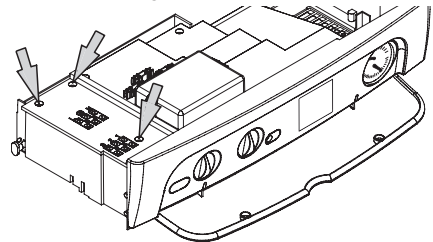

Fig. 5.17
- Svitare le viti e rimuovere il coperchio copri morsettiera Fig. 5.17.